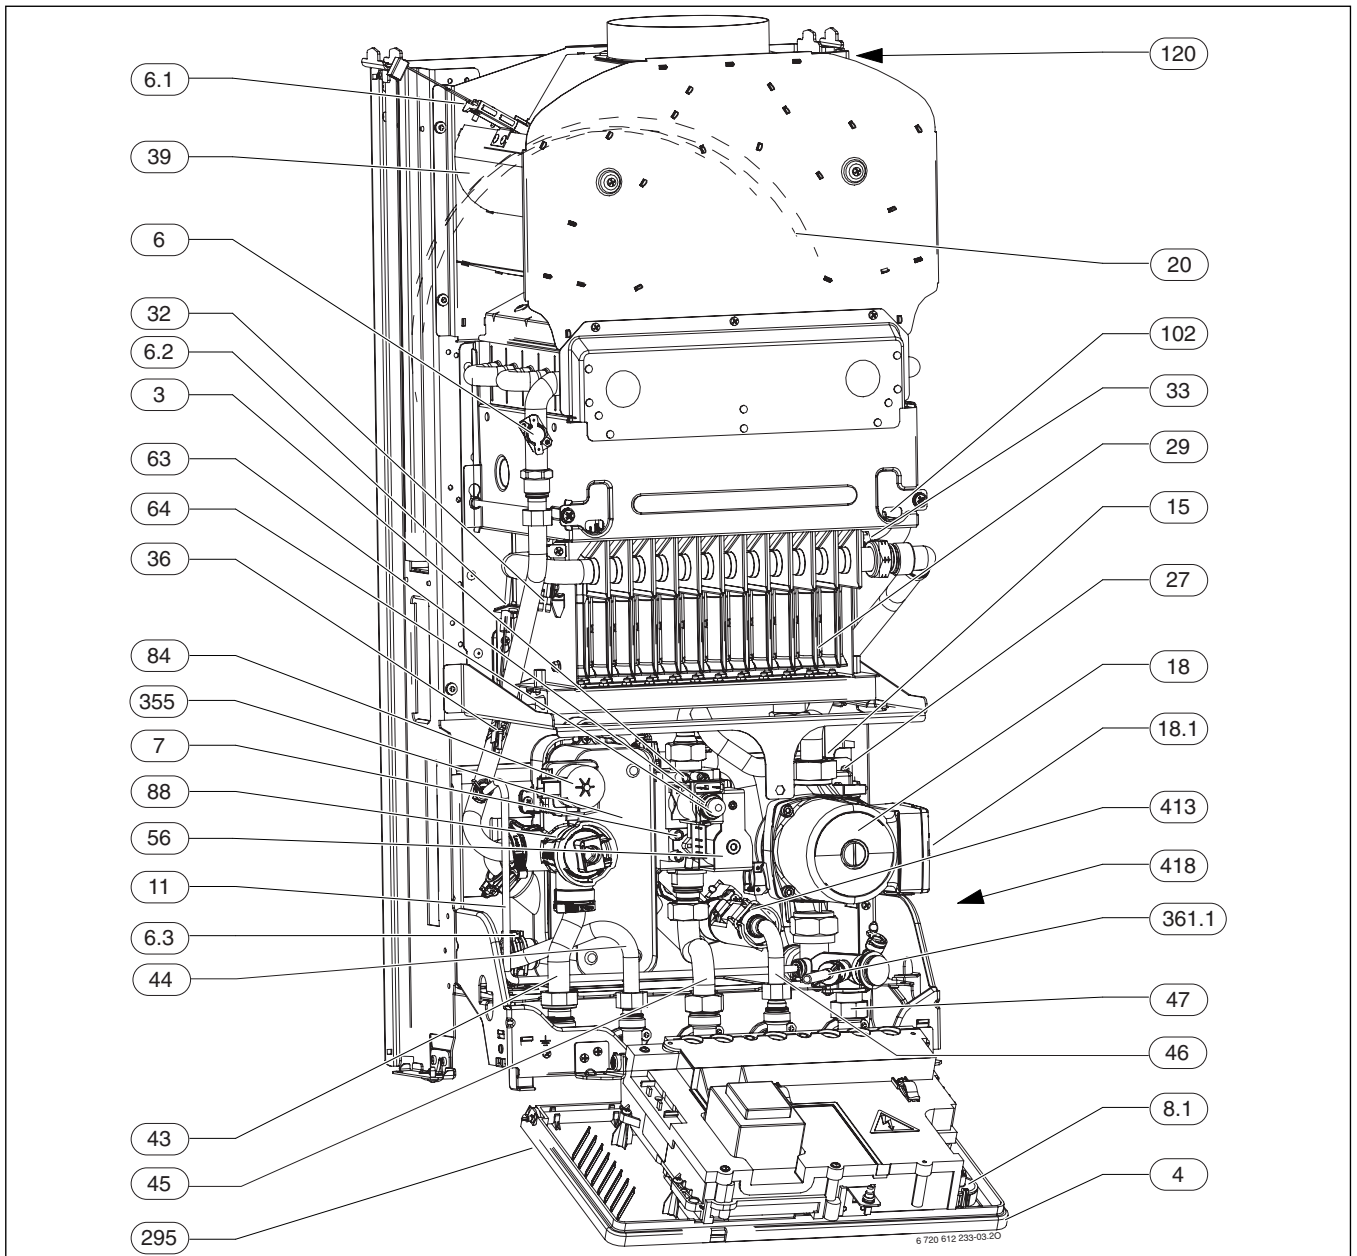

Bild 3
Das Typschild (418) befindet sich rechts unten an der Traverse (→ Abb. 3).